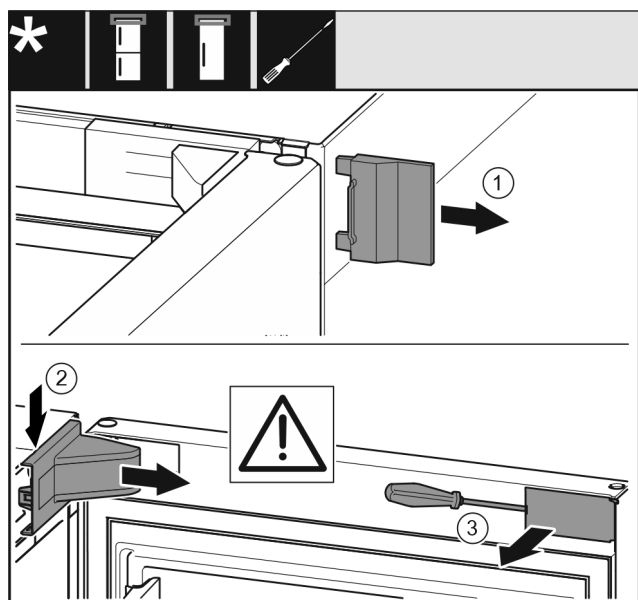

Fig. 5
- Nuimkite išorinę dengiamąją plokštelę. Fig. 5 (1)
- Atfiksukite atraminės gembės dengiamąją plokštelę ir ją nuimkite. Nuimkite atraminės gembės dengiamąją plokštelę. Fig. 5 (2)
- Išdrožiniu atsuktuvu atkelkite gaubtą ir pasukite jį į šoną. Fig. 5 (3)